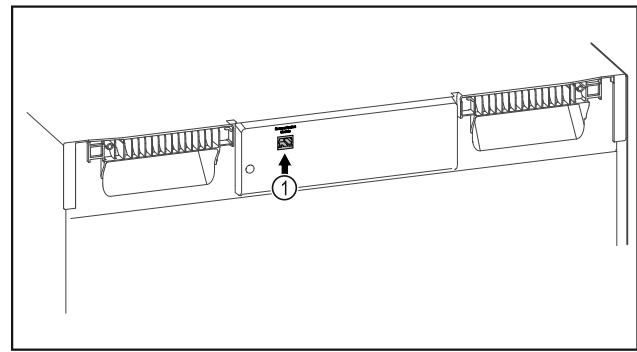

Fig. 93
- SmartModule Fig. 93 (1) встановлено.